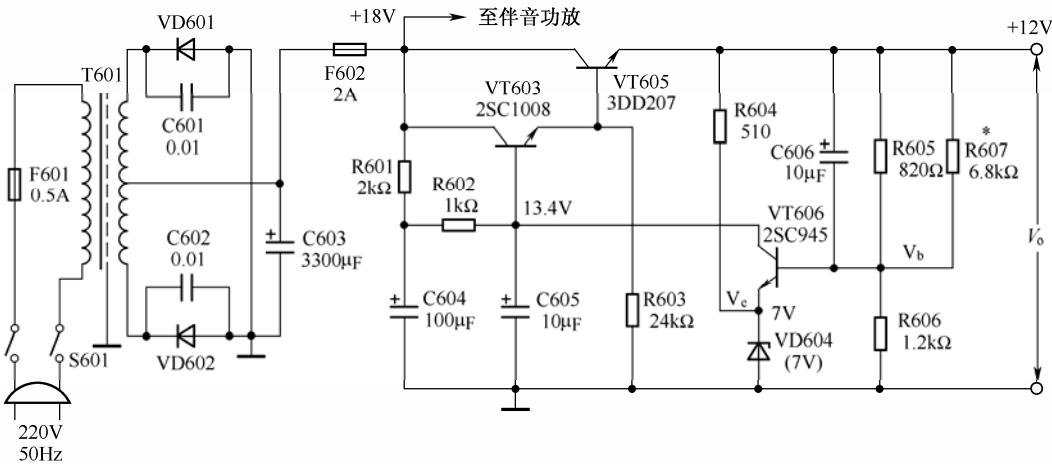

图 3-3 普通稳压电源电路
1) 以图 3-3 所示西湖 35HJD8 型电视机电源电路为例, 测量 VT603、VT605、VT606 各电极电压, 测量 T601 次绕组有效值电压、整流滤波后的直流电压及输出直流电压。
2) 在图 3-3 所示电路中设置一个故障元件, 如电阻开路、电容失效、三极管击穿, 使输出电压不正常, 要求采用电压测量法、电阻测量法找出故障元件, 写出检修报告。
普通稳压电源电路就是指传统的串联型稳压电源电路，其主要缺点是效率低，但电路简单、非常成熟，在一些小功率电子产品中广泛应用。以图 3-3 所示普通稳压电源电路为例，电路原理与故障检修分析如下。
这通常是取样、基准、比较放大电路有故障。在图 3-3 所示电路中, 凡是引起 VT606 电流减小的故障都会引起输出端 12V 电压偏高, 如 R605、R607 阻值增大或开路, 或 VD604 开路及 VT606 本身开路。凡是引起 VT606 电流增大的故障都会引起输出端 12V 电压偏低, 如 R606 开路, VD604 击穿或 VT606 本身 c-e 结击穿。